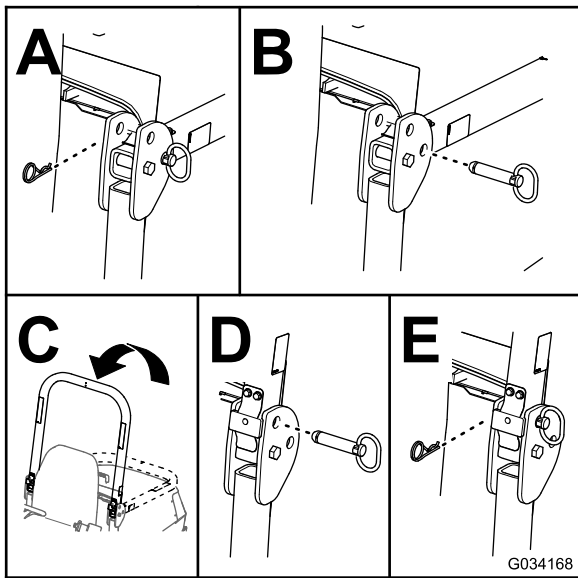

Figura 30
2. Togliete le coppiglie e i perni dal roll bar (Figura 30).
3. Sollevate il roll bar e fissatelo in posizione con i perni e le coppiglie (Figura 30).